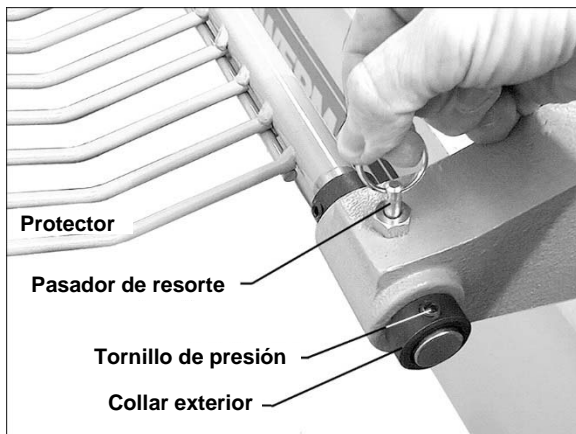

Figura 6-4: instalación del protector opcional
1. En el protector, afloje el tornillo de presión en el collar exterior (mostrado en la Figura 6-4) con una llave hexagonal de 4 mm. Deslice hacia afuera el collar exterior de la barra de soporte del protector.
2. Inserte la barra de soporte del protector en el soporte de montaje, en la parte trasera del cabezal, según se muestra en la Figura 6-4. Levante el pasador de resorte, según se muestra, para deslizar la barra de soporte del protector en el soporte de montaje. Suelte el pasador de resorte para encajar en posición a medida que se desliza el soporte más hacia adentro.